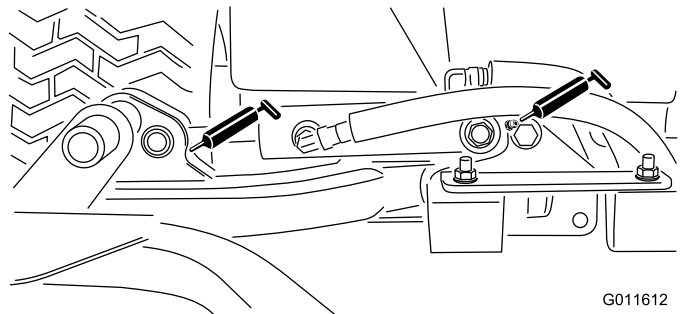

Bild 65
- Hubarmzylinder der Schneideinheit (2)—Bild 65
- Hubarmgelenke (1)—Bild 65